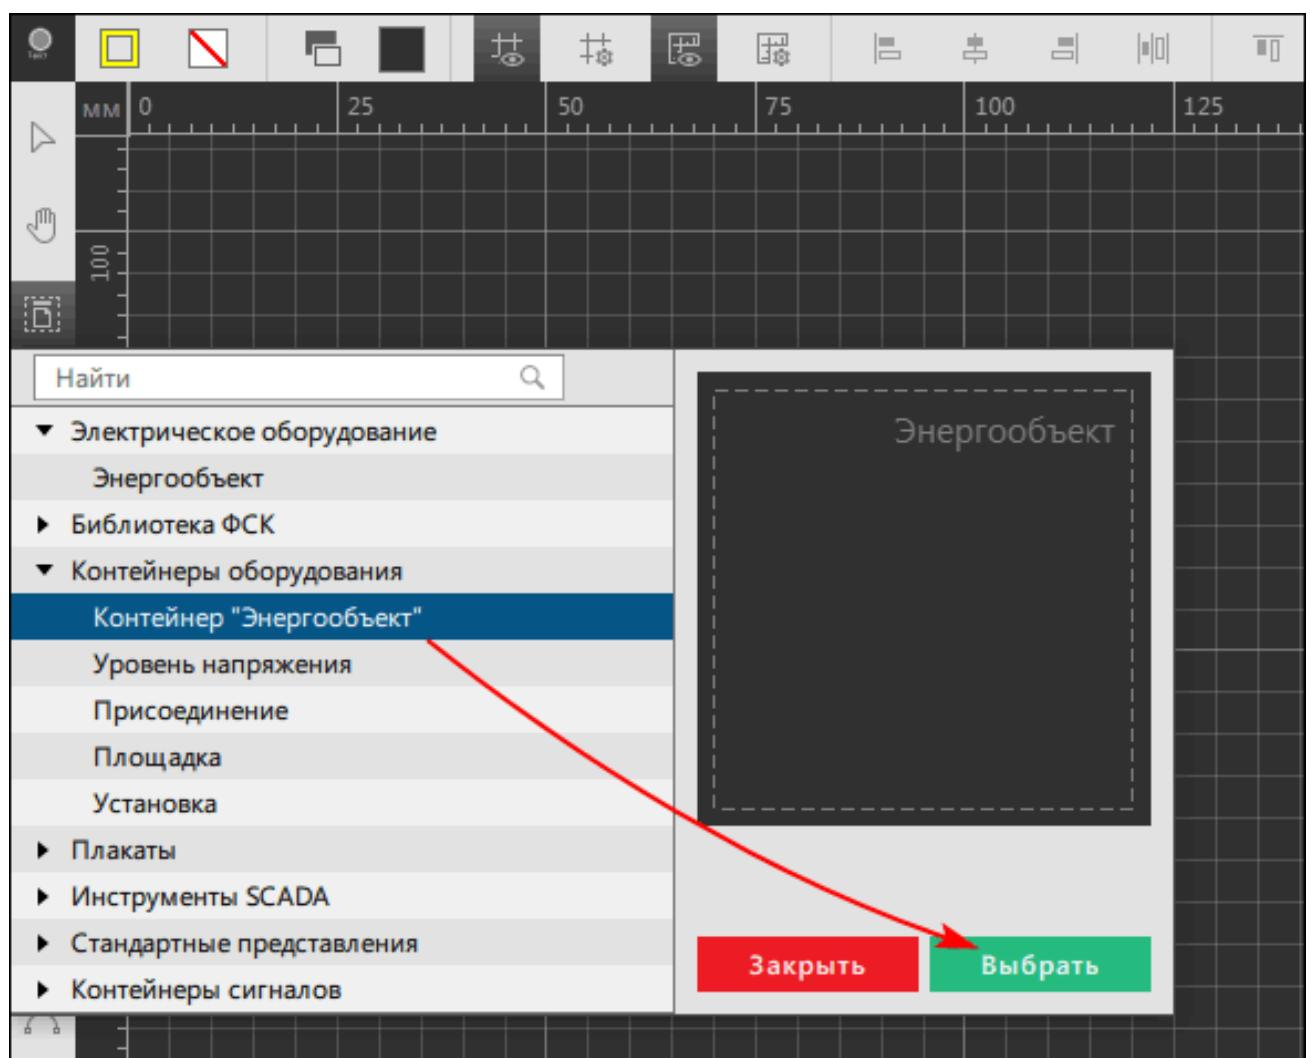

Рисунок 359 - Добавление энергообъекта
2. Нажмите на инструмент Графическое представление и выберите Контейнер «Энергообъект» (Рисунок 359).